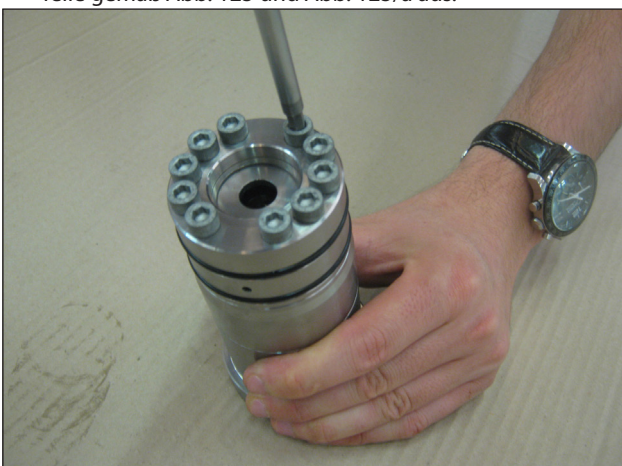

Abb. 124
- Lösen Sie die Befestigungsschrauben M8x100 des ND-Dichtungshalters und des HD-Dichtungshalters an der Buchse wie in Abb. 124 gezeigt und bauen Sie dann alle Teile gemäß Abb. 125 und Abb. 125/a aus.